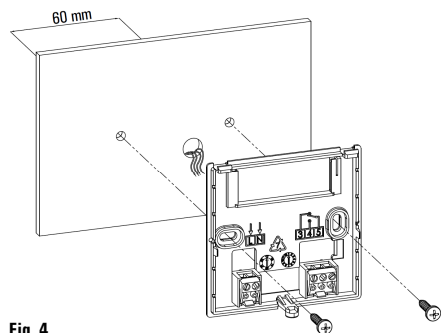

Fig. 4
- 3 Fastgør basen direkte på væggen eller på samledåser med 3 moduler via de to skruehuller til skruber med en afstand på 60 mm, og pas på at kablerne passerer ind i rillen som vist i Fig. 4.